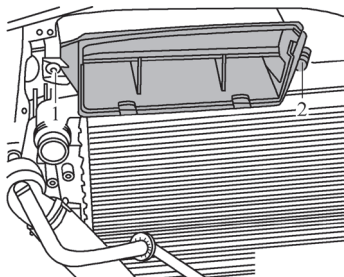

图 5-49 取下进气口
- ① 关闭所有用电器，断开点火开关并拔出点火钥匙。
- ② 用空调制冷剂充放机 VAS6007A 抽出制冷剂。
- ③ 拆卸前保险杠盖板。
- ④ 将锁支架置于保养位置。
- ⑤ 旋出螺钉 1 和 2（图 5-49），并取下进气口。